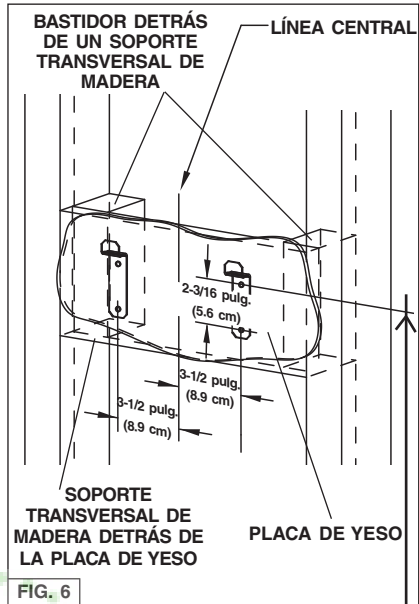

FIG. 6
- Construya un bastidor de **madera** en la pared que quede al ras de la superficie interior de los montantes de pared. Fig. 6. Asegúrese de que:
- Después de terminar la superficie de la pared**, asegure los soportes de montaje a la estructura con (4) tornillos de montaje de 4.8 x 38 mm. Vea la ubicación del soporte de montaje en la tabla que aparece abajo.